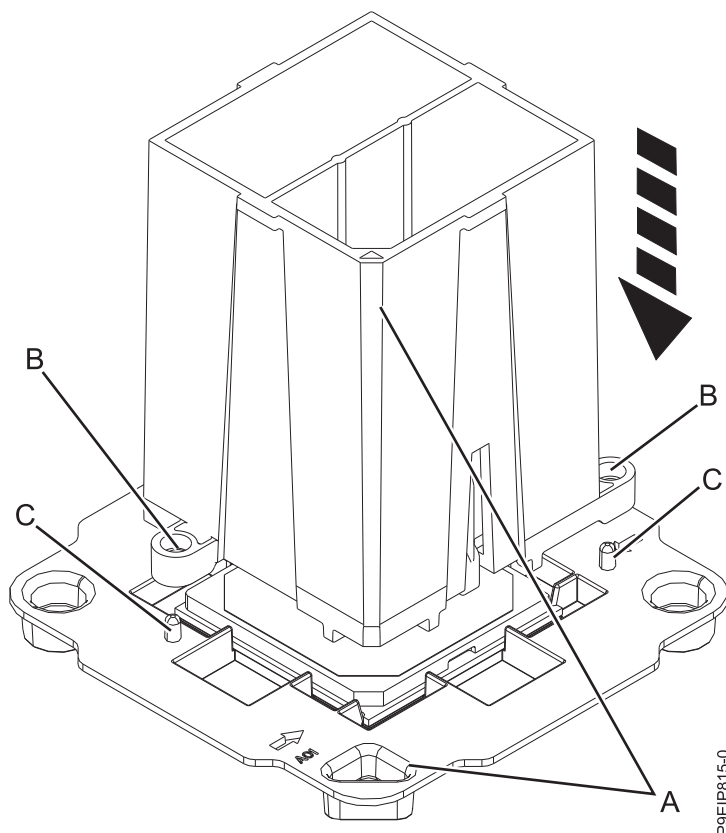

Figura 61. Alinhando a ferramenta de remoção
3. Remova o módulo de processador de substituição da bandeja de remessa. Alinhe o canto chanfrado (A) da ferramenta sobre o canto chanfrado do módulo, conforme mostrado na Figura 61. Assegure-se de que a guia (B) se ajuste ao pino de alinhamento (C).